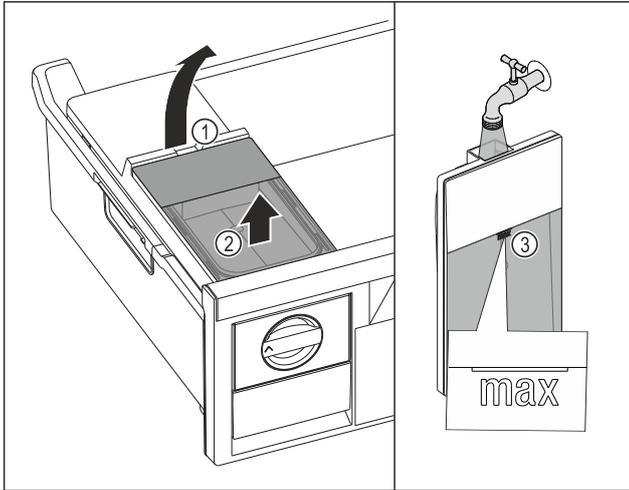

Fig. 124
- ▶ Sollevare il serbatoio dell'acqua dalla cavità Fig. 124 (1).
- ▶ Rimuovere il serbatoio dell'acqua estraendolo verso l'alto. Fig. 124 (2)
- ▶ Riempire il serbatoio dell'acqua con acqua potabile fino al contrassegno Fig. 124 (3).